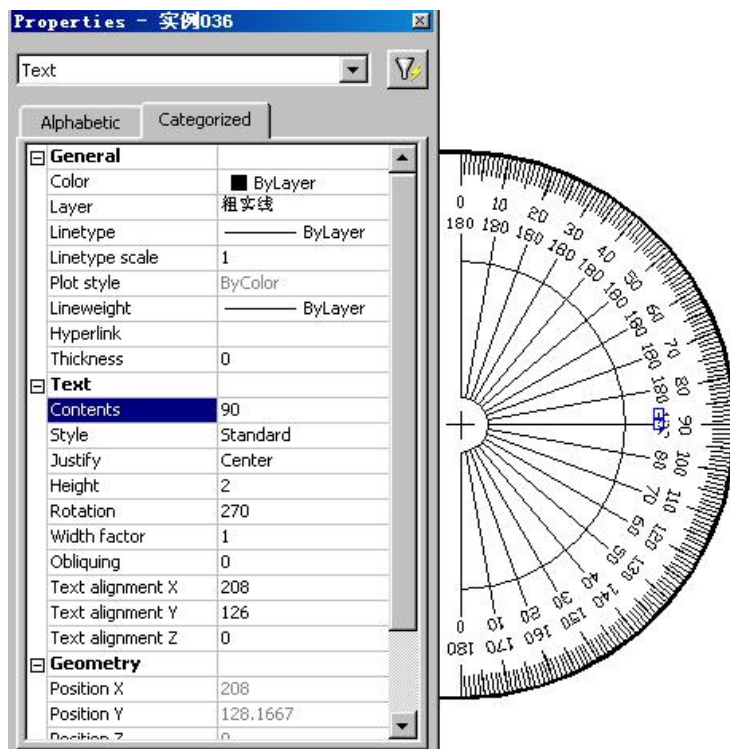

图 2-60 在 Properties（图形属性）对话框中修改刻度值
Command:	如图 2-60 所示 (右)
在弹出 Properties (图形属性) 对话框后, 再在图中点取需要编辑或修改的对象 (刻度值), 选中对话框相应栏目 (Contents), 输入正确值后 (90), 回车, 按两次 ESC 退出, 完成一个刻度值修改。再点选下一个刻度值, 直到完成全部修改为止。关闭该对话框 (用前面的 Edit Text 对话框修改同样方便), 结果如图 2-60 所示。